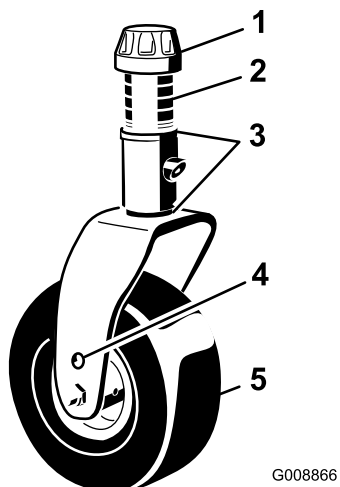
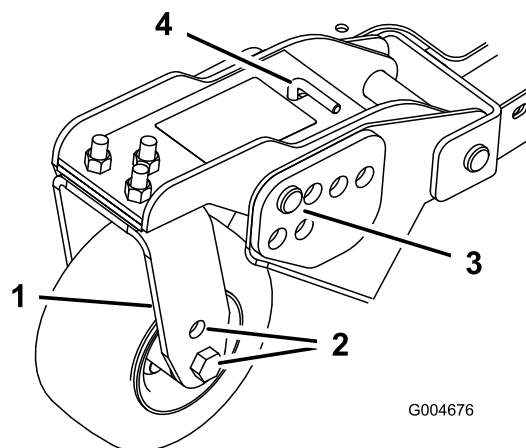

Figura 18
Figura 20
1. Coloque los ejes de las ruedas giratorias en el mismo taladro en todas las horquillas (Figura 18 y Figura 20).
2. Retire el casquillo tensor del eje y deslice el eje fuera del brazo de la rueda giratoria (Figura 18).
6. Retire la chaveta y los pasadores de los brazos de pivote de las ruedas giratorias (Figura 20).
7. Gire la varilla tensora para elevar o bajar el brazo de pivote hasta que los taladros estén alineados con los taladros seleccionados del soporte de ajuste de la altura de corte en el bastidor de la carcasa de corte (Figura 20 y Figura 21).